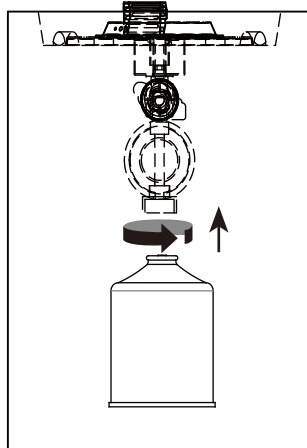

Abbildung 2
- (1). Vergewissern Sie sich vor dem Anschließen, dass sich keine Fremdkörper im Brennerkopf oder in den Brenneröffnungen befinden .
- (2). Vergewissern Sie sich, dass sich der Drehknopf in der Position „OFF“ befindet. Schmieren Sie das Gewinde des Reglers mit Vaseline.
- (3). Richten Sie das Gewinde der Gasflasche am Regler aus.
- (4). Setzen Sie die Gasflasche ein.
- (5). Drehen Sie die Flasche im Uhrzeigersinn, bis sie fest sitzt. **NUR VON HAND ANZIEHEN**. Achten Sie darauf, dass Sie beim Einschrauben der Flasche das Gewinde nicht überdrehen (siehe Abbildung 2).
- (6). Führen Sie eine Dichtheitsprüfung gemäß dem Abschnitt „Auf Dichtheit prüfen“ durch.